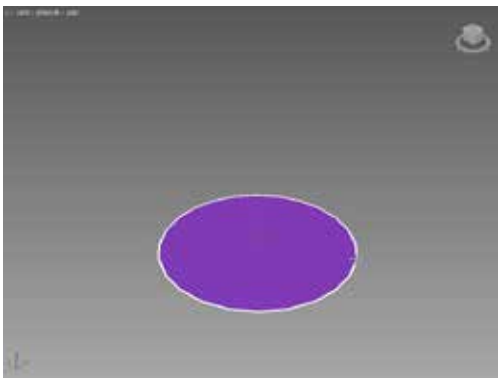

图 2-51 设置圆锥体底面半径
STEP 01 执行“创建”|“标准基本体”|“圆锥体”命令，在任意视图中单击并拖动鼠标，释放鼠标左键即可设置圆锥体底面半径大小，如图 2-51 所示。